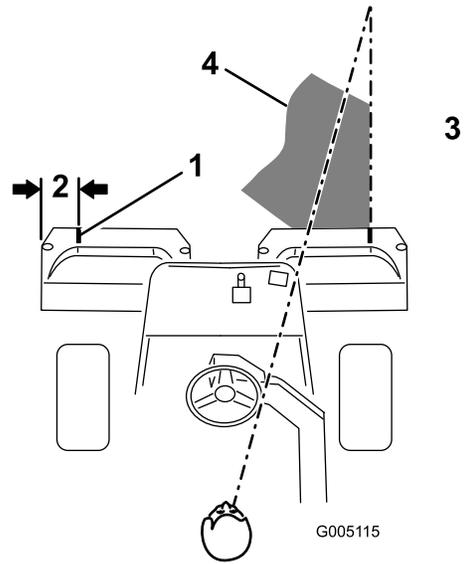

图11
2. 在每个斗的外沿并行粘一个白色胶带或画一条线 (图 11)。